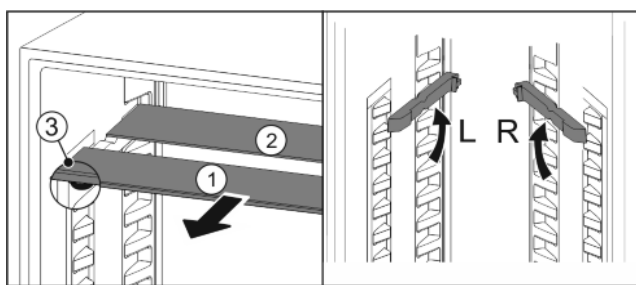

Fig. 19
- ▶ Wyciągnąć Fig. 19 (1) pojedynczo półki szklane do przodu.
- ▷ Szklana płyta Fig. 19 (1) ze stoperami znajduje się z przodu.
- ▷ Stopery wskazują w dół Fig. 19 (3).